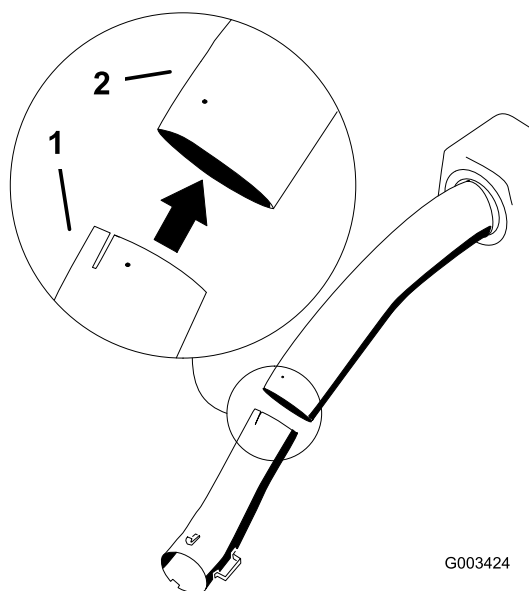

Figure 23
8. Insérez le tube inférieur dans le tube supérieur (Figure 23).